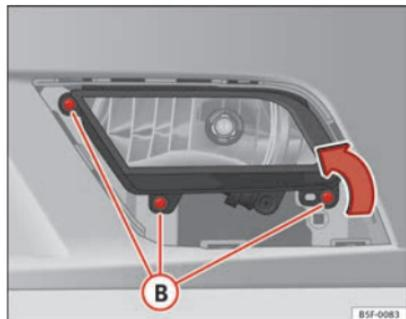

Fig. 188 Projecteur antibrouillard
- Retirez les vis (3x) ⇒ fig. 188 **B** pour retirer le projecteur antibrouillard.